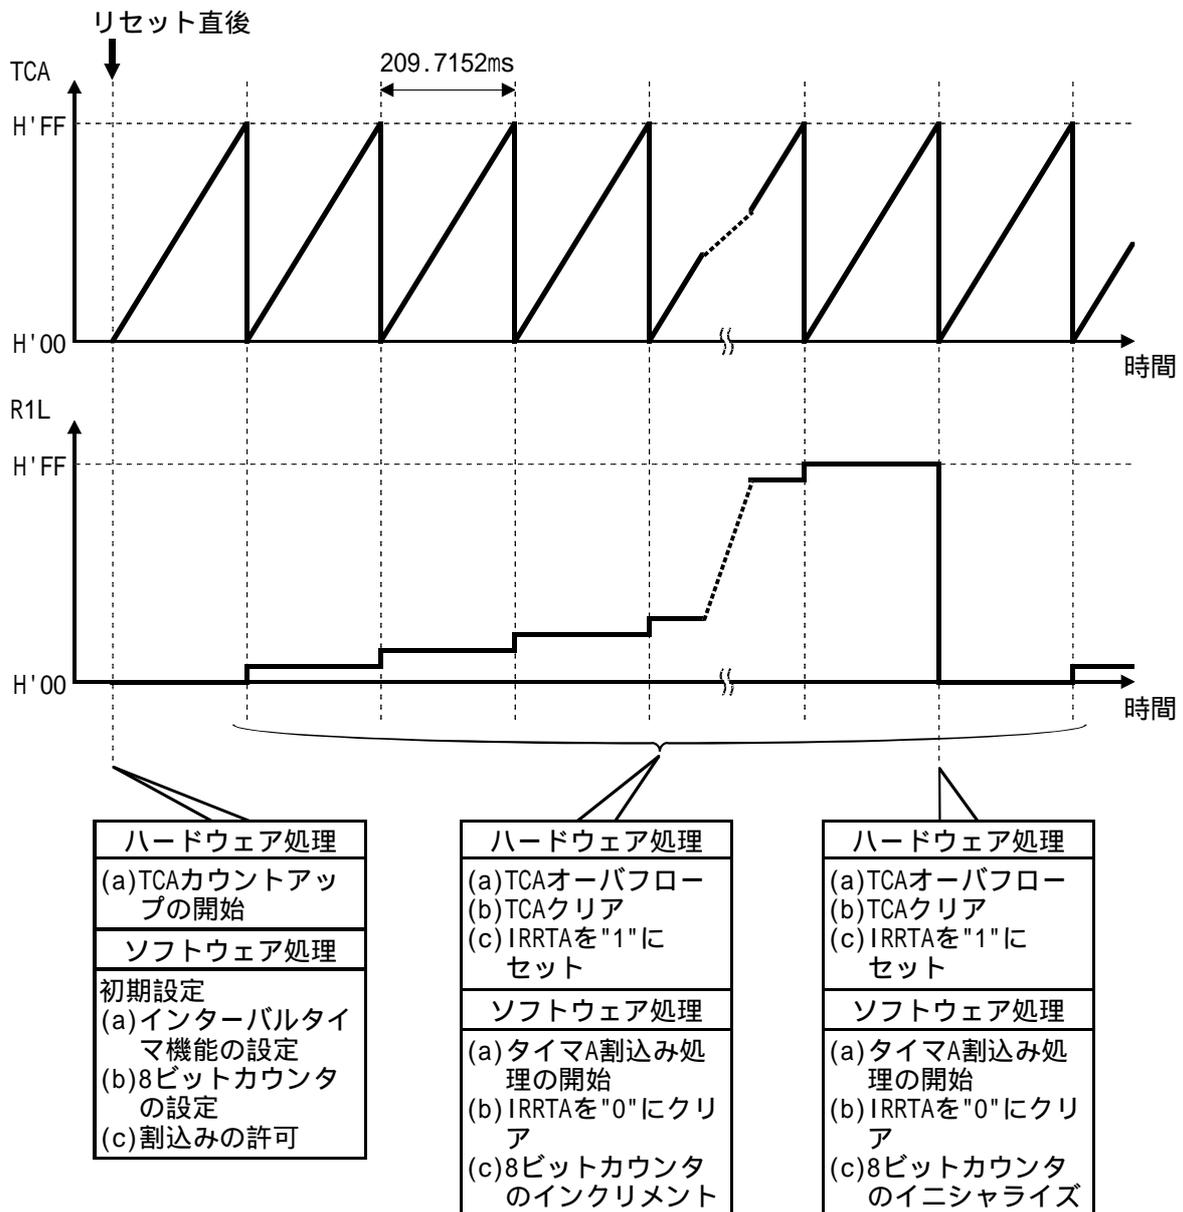

図2 タイマAインターバル機能による8ビットカウンタのカウントアップ動作の動作原理
(1) 図2に動作原理を示します。図2に示すようなハードウェア処理、およびソフトウェア処理によりタイマAインターバル機能による8ビットカウンタのカウントアップを行ないます。